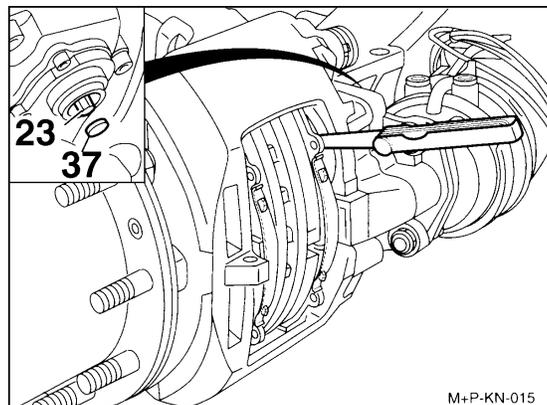

FIGURE 12: JEU 12116
- a. Glisser une jauge d'épaisseur (0.7 mm d'épaisseur) (0.028 po) entre le poussoir et la plaquette des garnitures. Tourner le pignon du mécanisme de réglage dans le sens horaire jusqu'à l'obtention d'un jeu de 0.7 mm (fig. 12). Remettre en place le capuchon (37) (Prévoist #641313).
- b. Le frein est équipé d'un mécanisme de réglage automatique lequel assure un jeu constant entre le disque et les garnitures de frein. La connexion mécanique avec le levier permet au mécanisme de réglage (23) de fonctionner à chaque application des freins. L'usure du disque ou des garnitures de frein augmente le jeu, le mécanisme de réglage (23) et le dispositif de rotation tournent les tubes filetés de la valeur nécessaire pour compenser l'usure. Le jeu total doit se situer entre 0.5 et 0.9 mm (0.020 et 0.035 po). Des jeux plus faibles peuvent entraîner la surchauffe.